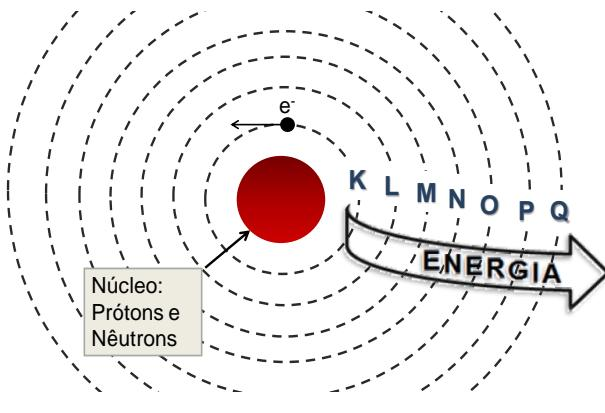

Figura 1.12 – A energia do elétron é maior nos níveis mais externos.
O e- (elétron), no átomo, ao receber energia, salta para uma órbita mais externa (Figura 1.12, níveis discretos de energia em um átomo). A energia é maior para as camadas mais externas. A Tabela 1.3 mostra os níveis de energia com o número de elétrons para cada um. A energia (W) associada com cada elétron, é medida em eV (elétron-Volts) – ver (1.1).